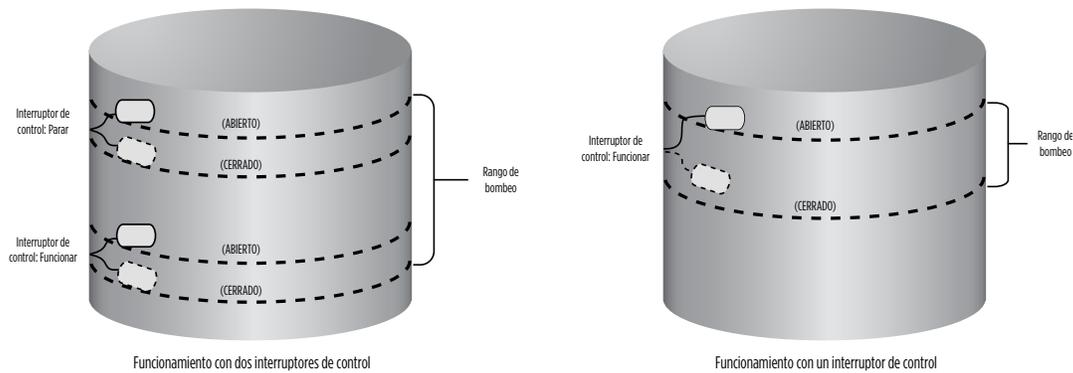

Figura 8: Funcionamiento del interruptor de control
2. Conecte los cables desde el interruptor de control “RUN” (FUNCIONAR) al bloque terminal etiquetado “RUN” (Figura 8).
El controlador Fhoton™ está diseñado para utilizar hasta dos interruptores de control para su funcionamiento. Cuando se instalan ambos interruptores, el controlador empieza a bombear y se apaga hasta que ambos interruptores digan “OPEN” (ABIERTO). Una vez que se cierra, el controlador funcionará de nuevo hasta que ambos interruptores digan “CLOSED” (CERRADO). Un ejemplo de una aplicación (Figura 8) es utilizar interruptores de nivel separados para indicar niveles de agua altos y bajos. Cuando se utilizan dos entradas de interruptor, retire el saltador (en las clavijas “J8”), que se encuentra inmediatamente por encima de estas entradas del interruptor.
Alternativamente, el controlador Fhoton™ puede configurarse para controlar el nivel de agua mediante un solo interruptor de entrada. Una vez que se configura adecuadamente para un solo interruptor de control con una sola entrada activa, el controlador empieza a bombear y se apaga hasta que el interruptor activo diga “OPEN” (ABIERTO). Una vez que se cierra, el controlador funcionará de nuevo hasta que el interruptor diga “CLOSED” (CERRADO). Un ejemplo de una aplicación (Figura 8) sería utilizar un interruptor de nivel de un solo contacto que mantenga el tanque de almacenamiento tan lleno como sea posible sin que se desborde. Para el control de un interruptor único de nivel, utilice solo las conexiones de terminal “RUN”. Deje instalado el saltador (en las clavijas “J8”), que se encuentra inmediatamente por encima de estas entradas del interruptor.